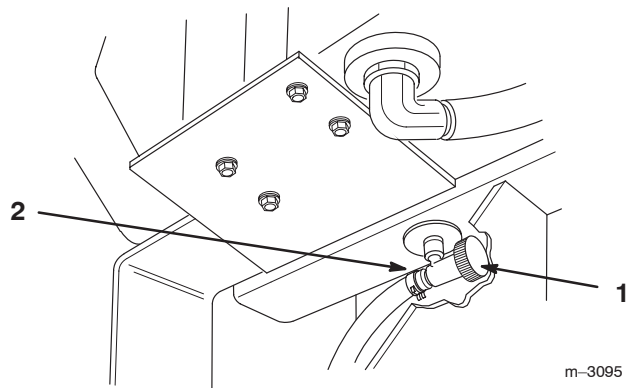

Figure 29
2. Fermez le robinet d'arrivée d'essence sur le réservoir (Fig. 29).
3. Pincez les extrémités du collier de fixation et poussez le collier en haut de la conduite d'alimentation, à l'opposé du robinet d'arrivée de carburant (Fig. 29).
4. Débranchez la conduite d'alimentation du robinet (Fig. 29). Ouvrez le robinet d'arrivée de carburant et laissez l'essence s'écouler dans un bidon ou un bac de vidange.
6. Ouvrez le robinet d'arrivée d'essence sur le réservoir (Fig. 29).